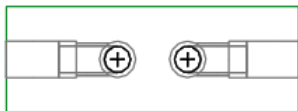
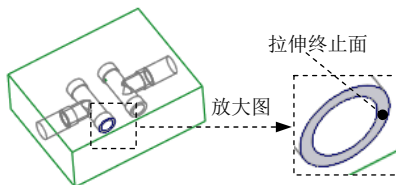
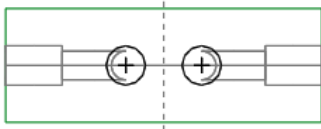

图 15.26 截面草图
图 15.27 拉伸终止面
图 15.29 截面草图
(2) 定义草绘截面放置属性。在图形区右击，从系统弹出的菜单中选择 **定义内部草绘...** 命令；选取 MOLD_FRONT 基准平面为草绘平面，MOLD_RIGHT 基准平面为参考平面，方向为 **右**；单击 **草绘** 按钮，至此系统进入截面草绘环境。
(3) 绘制截面草图。接受系统默认参考；绘制图 15.26 所示的截面草图（使用投影命令）；完成截面的绘制后，单击“草绘”操控板中的“确定”按钮 。
(4) 设置深度选项。
① 在操控板中选取深度类型 （到选定的）。
② 将模型调整到合适位置，选取图 15.27 所示的模型表面为拉伸终止面。
③ 在操控板中单击 **选项** 按钮，在“选项”界面中选中 ☒ **封闭端** 复选框。
(5) 在操控板中单击 按钮，完成特征的创建。
(3) 绘制截面草图。选取 MAIN_PARTING_PLN 基准平面为参考平面，绘制图 15.29 所示的截面草图（使用投影命令）；完成截面的绘制后，单击“草绘”操控板中的“确定”按钮 。